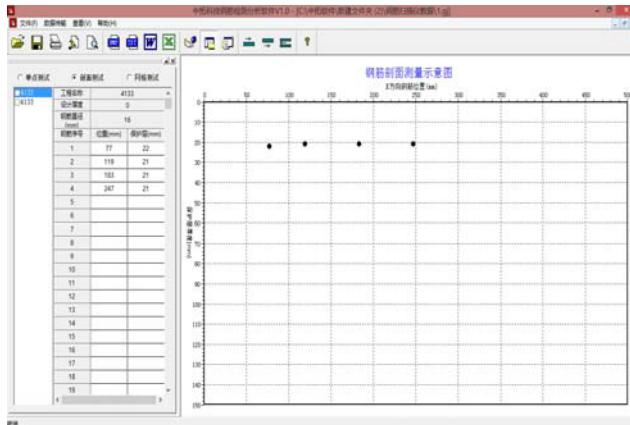

图 6-16
(2) 剖面测试：当用户选择剖面测试时，会弹出如图 6-16 所示的界面，在控制面板的数据显示区中显示当前项目编号所对应